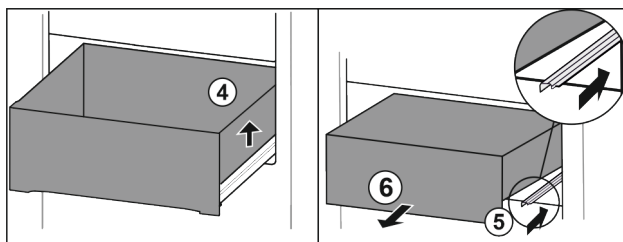

Fig. 97
- Ngrini lart sirtarin djathtas. Fig. 97 (4)
- Shtyni brenda shinën e djathtë. Fig. 97 (5)
- Hiqeni sirtarin nga përpara. Fig. 97 (6)